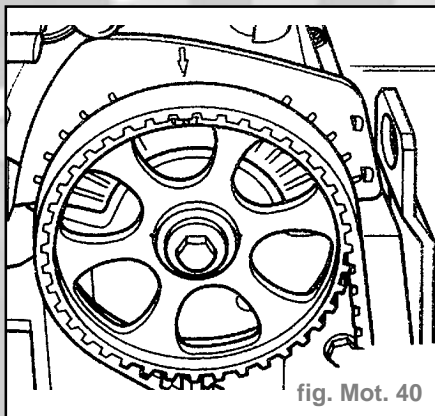

fig. Mot. 40
- Le repère sur le pignon d'arbre à cames doit coïncider avec la flèche sur la protection de courroie (O.T. = PMH) (fig. Mot. 40).